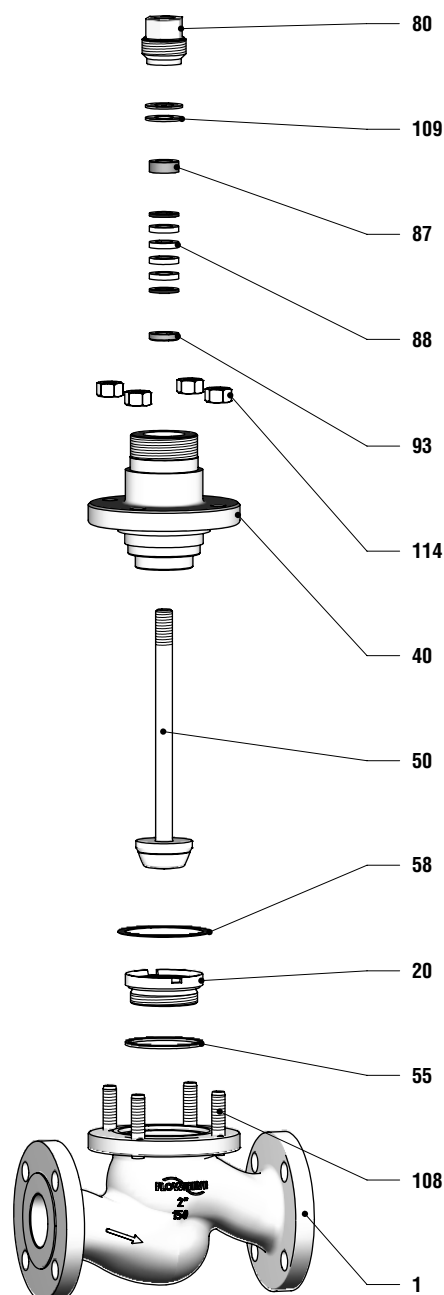

Abbildung 9: Zerlegen / Zusammenbau
1. Sechskantmutter (114) gegen Uhrzeigersinn lösen (siehe Abbildung 9: Zerlegen / Zusammenbau).
2. Gewindestopfbuchse (80) gegen Uhrzeigersinn lösen.
3. Tellerfedern (109) entnehmen.
4. Obere Spindelführung (87) entnehmen.
5. Ringmutter (siehe Abschnitt 16: Sonderwerkzeuge) auf die Spindel (50) aufschrauben und Aufsatz / Spindel vorsichtig aus dem Gehäuse heben.